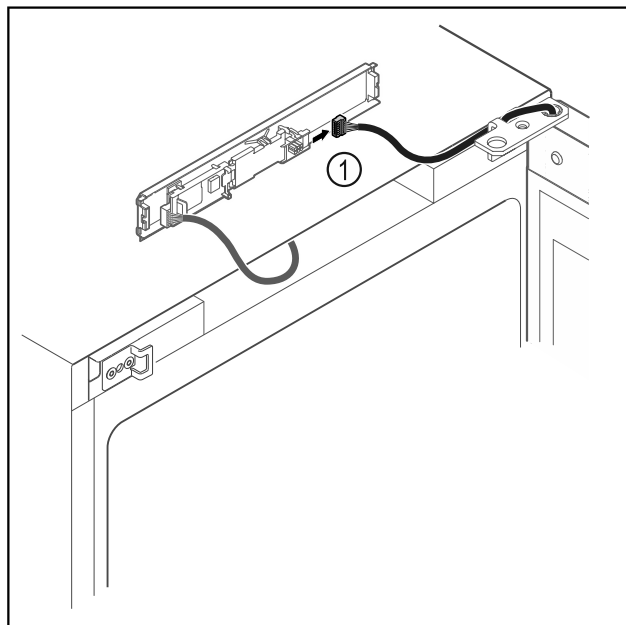

Fig. 8
- ▶ Vytáhněte zástrčku Fig. 8 (1) z desky.